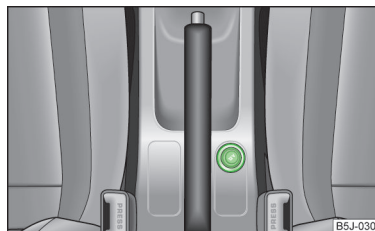

Fig. 60
- Apăsați capul brichetei » fig. 60.
În consola centrală față » fig. 60 la pagina 66.